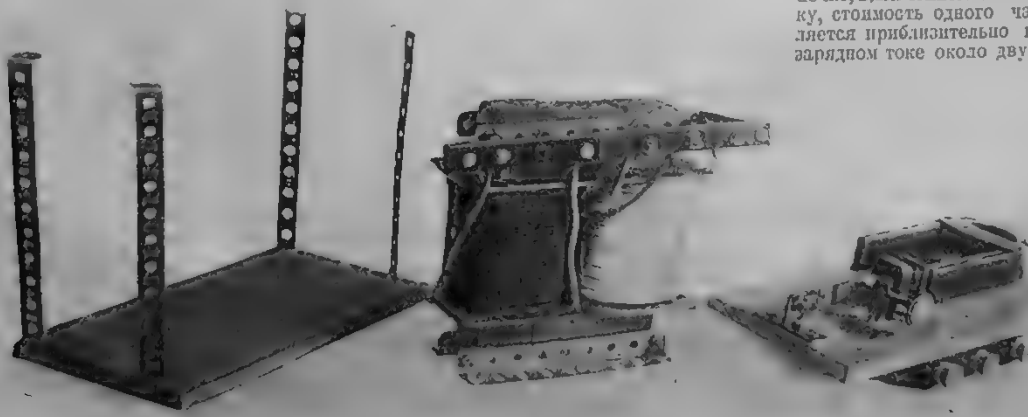

Рис. 9. Фотографии частей выпрямителя.
На рис. 9, 10 и 11 представлен общий вид собранного выпрямителя. Он смонтирован на двух параллельных дощечках, соединенных между собой по углам стоечками, внутри укрепляется трансформатор, лампа и конденсатор. На верхней же дощечке укрепляется сама колеблющаяся пластинка, контакт, магнит и предохранитель. Все это прикрывается легко снимающейся крышкой, пред-
сеткой и вилкой, имеют в виду разность потенциалов между сеткой и отрицательным концом вилы, т. е. тем концом, который присоединен к отрицательному полюсу батареи. Поэтому в случае рис. 6 можно сказать, что сетка имеет потенциал вилы (разность потенциалов = 0), а в случае рис. 7 она имеет потенциал = +3,6 вольта. Для задания отрицательного потенциала на сетку пользуются сеточной батареей B_c . Так, если (рис. 8) напряжение батареи $B_c = 2$ вольта, то сетка окажется при потенциале = 2 вольта. Если переменить местами полюсы батареи B_c , то сетка получит по отношению к виле положительный потенциал (+2). Иногда для задания на сетку потенциала пользуются способом, показанным на рис. 9. Здесь сетка уже не при потенциале вилы; между ними будет разность потенциалов равная падению напряжения вдоль сопротивления R .
- 6) Определить потенциал сетки относительно вилы в случае рис. 9, если напряжение батареи $B_c = 4,2$ вольта, сопротивление $R = 10$ ома, а сопротивление вилы лампы = 60 ома.